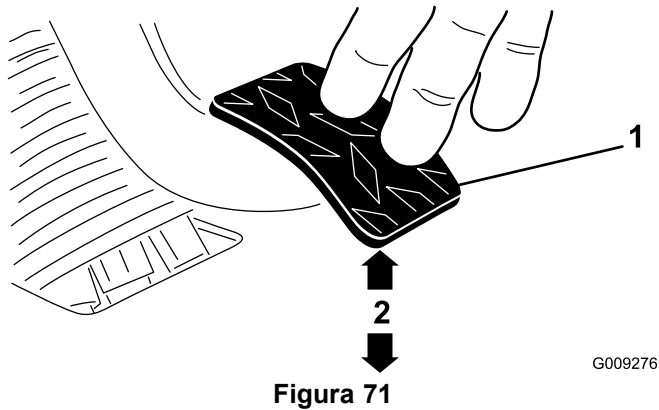

Figura 71
- Ajuste as porcas ou as juntas até que a extremidade traseira do pedal de embraiagem esteja a $9,5 + 3$ mm da parte superior da chapa do piso, aplicando uma força de quase dois quilos no pedal (Figura 71).